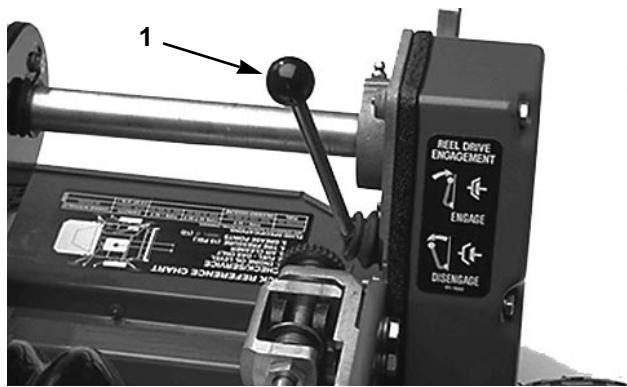

Fig. 14
**Levier d'engagement des cylindres** (Fig. 14)—situé à l'angle avant droit de la machine. Deux positions: ENGAGE (ENGAGEMENT) et DISENGAGE (DESENGAGEMENT). Tirer ou pousser le levier pour engager ou désengager le cylindre.
**Robinet d'arrivée de carburant** (Fig. 14)—situé à l'avant gauche du moteur. Deux positions: CLOSED (FERME) et OPEN (OUVERT). Placer le robinet sur CLOSED pour ranger ou transporter la machine. Le placer sur OPEN avant de démarrer le moteur.
1. Vérifier que les leviers de traction (Fig. 13) et des cylindres (Fig. 14) sont à la position DISENGAGE.